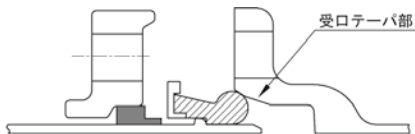

図33 挿し口の挿入
- (1) 管をクレーンなどで吊った状態にして挿し口を受口に預ける。
- (2) ゴム輪先端が受口テーパ部に当たるまでゆっくりと挿入する(図33)。